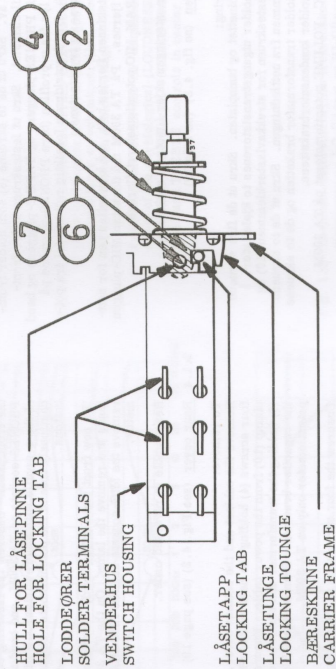

Fig. 2.2 ON-OFF trykklåstvederhøst med afhængig utløsing (Index No. refererer seg til Fig. 2.3) Part nr. 995 037-TA300 Hovedbryter
2.1.7 ON-OFF trykklåstvederhøst (see Fig. 2.2 and Index No. 20 in Fig. 4.3) (see page 20)
- A1 Venderarm, afhængig utløser (se fig. 2.2)